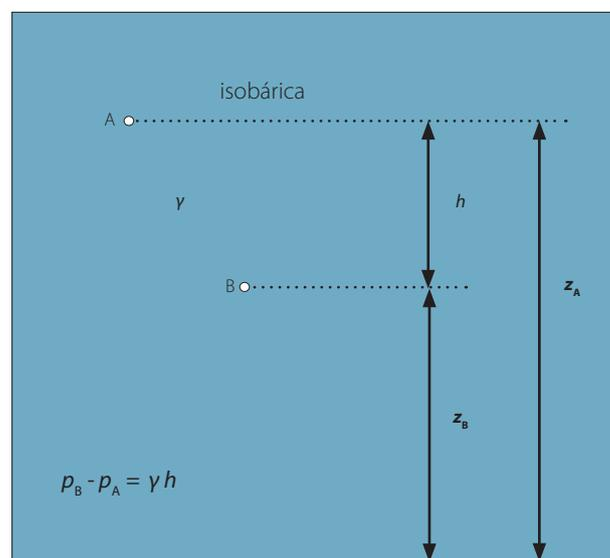

Figura 1. Equação fundamental da hidrostática.
Considerem-se dois pontos A e B no interior de um fluido (Figura 1). Da equação (1) obtém-se